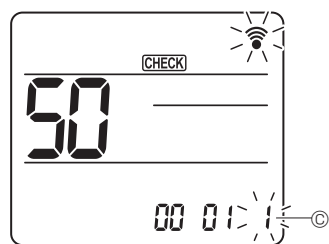

Fig. 6-19
- Använd knappen [↓] för att ändra inställningsnummer ^C. (Fig. 6-19)